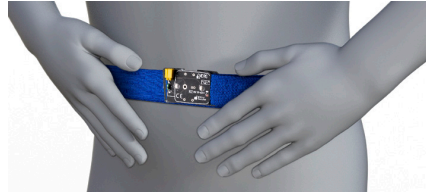

Abbildung 26: Vorbereiten des Bauchgurts
6. Verbinden Sie das RIP Gürtel Abdominal Connector Interface Art.-Nr.00020333, mit dem RIP-Gurt über die Druckknöpfe, um den Gurt wir abgebildet um den Bauch des Patienten zu legen (Abbildung 26).